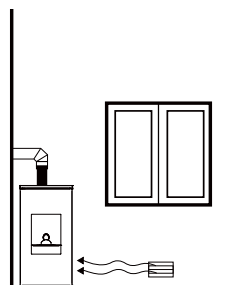
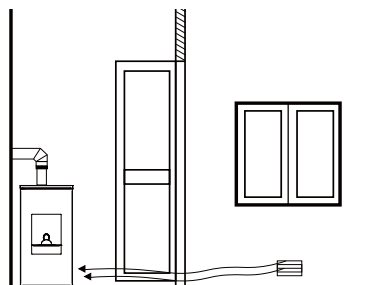

FIG. 1a: DIRECTEMENT DE L'EXTÉRIEUR
FIG. 1b: PAR VOIE INDIRECTE, DEPUIS LE LOCAL ADJACENT
**Il est obligatoire de prévoir une prise d'air extérieure adaptée permettant l'apport de l'air comburant nécessaire au fonctionnement correct du produit.** L'afflux de l'air entre l'extérieur et le local d'installation peut s'effectuer par voie directe au moyen d'une ouverture sur une paroi extérieure du local (solution préférable, voir Fig. 1a) ou bien par voie indirecte, en prélevant l'air de locaux contigus, équipés de prise d'air et en communication constante avec le local d'installation (voir Fig. 1b). Les chambres, les salles de bain, les garages, les locaux de l'immeuble communs et, en général, tout local à risque d'incendie ne peuvent pas servir de locaux contigus.